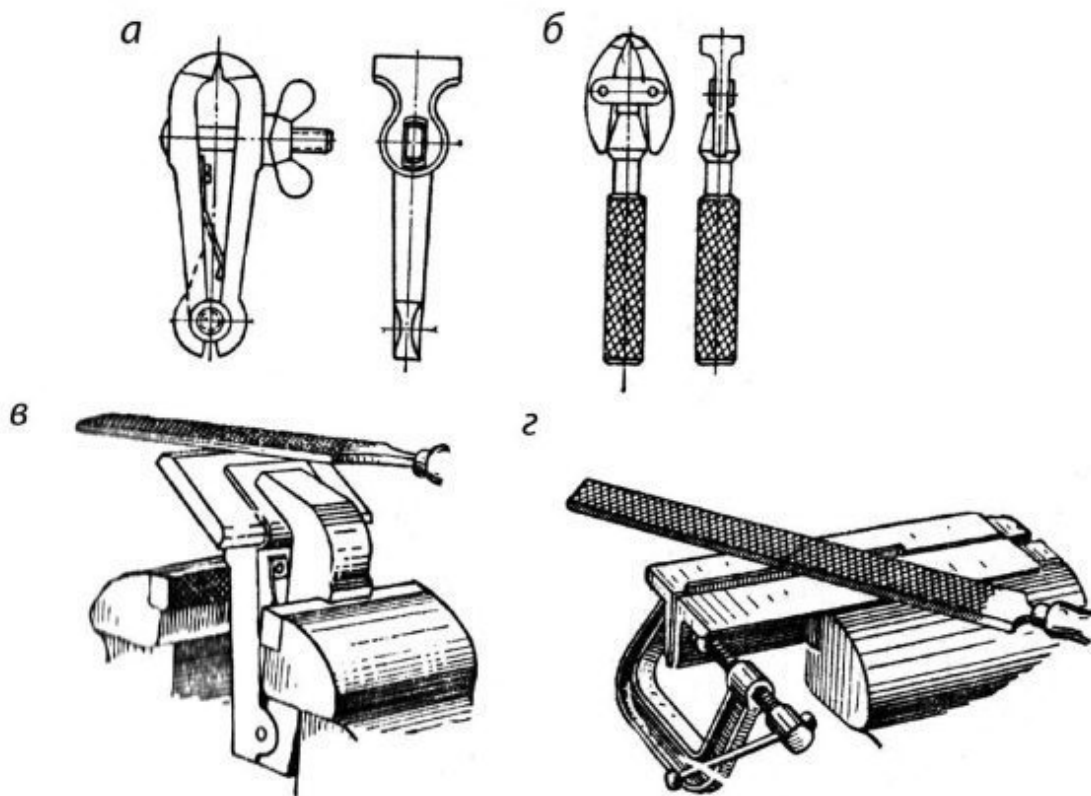

Рис. 5. Закрепление деталей в ручных тисках и струбцинах:
**Ручные тиски** (рис. 5, *а*) изготавливаются с шириной губок: 36, 40, 50 и 56 мм и раскрытием губок 28, 30, 40, 50 и 55 мм; тип 2 для мелких работ (рис. 5, *б*) с шириной губок 6, 10 и 16 мм и раскрытием губок 5,5 и 6,5 мм. Иногда форма детали не дает возможности зажать ее в нужном положении, так например, в случае, когда требуется опилить фаску под некоторым углом. В таких случаях применяют **косогубые тисочки** (рис. 5, *в*), в которые захватывают деталь и зажимают в губки параллельных тисков. Для удобства одновременной обработки нескольких одинаковых деталей или тонких длинных заготовок применяют специальные струбцины (рис. 5, *г*).